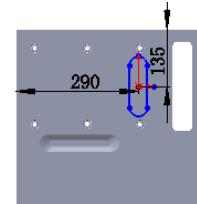

图 17.10.76 编辑草图
(4) 编辑草图，如图 17.10.76 所示。退出草图环境，完成成形特征 8 的创建。